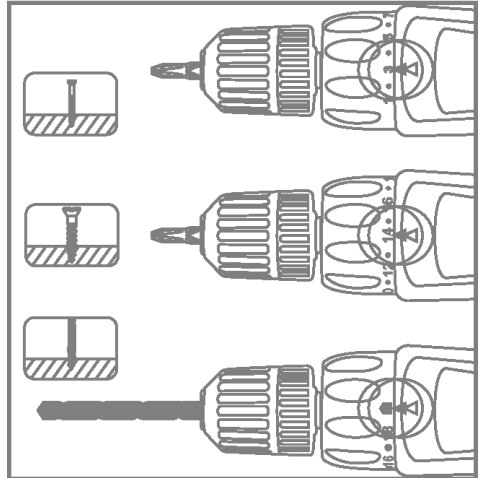

Рисунок 3
2.3.6 Для попереднього встановлення заданого моменту затягування при операціях загвинчування/вигвинчування гвинтів (саморізів) виріб забезпечений торсіонною муфтою. Задане значення виставляється за допомогою кільця регулятора моменту затягування (1) до необхідного значення через провертання кільця до фіксації його на необхідному значенні (див. рисунок 3). Перед вибором зусилля крутного моменту необхідно переконатися, що вимикач (2) знаходиться у позиції «Вимк» і патрон не обертається.